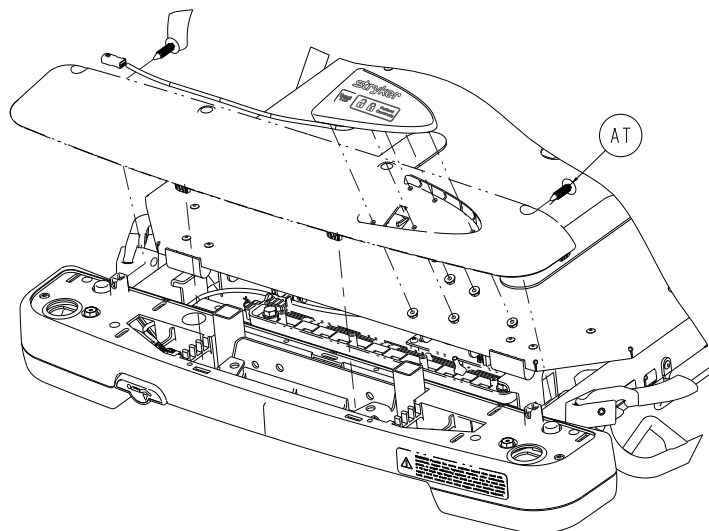

Figure 37 – Fixations de panneau
- À l'aide d'un outil de retrait de fixation en plastique, retirer les deux fixations de panneau (AT) qui fixent la housse supérieure du côté pieds à la housse médiane du côté pieds (Figure 37). Jeter les fixations du panneau.
16. Installer les deux fixations de panneau fournies (0029-027-000) (AT) pour fixer la housse supérieure à la housse médiane (Figure 37).